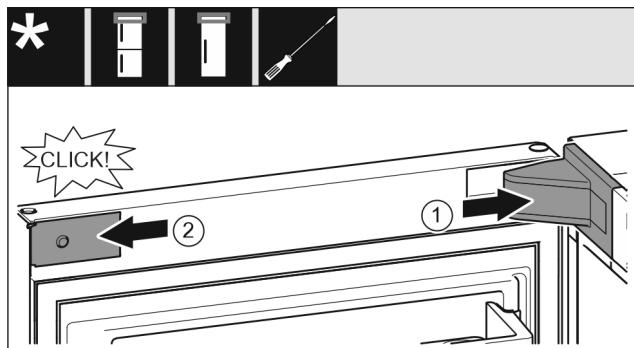

Fig. 19
- ▶ 放上并插入托架盖，如有必要小心地按压分开。Fig. 19 (1)
- ▶ 将隔板放置到侧面并插入。Fig. 19 (2)